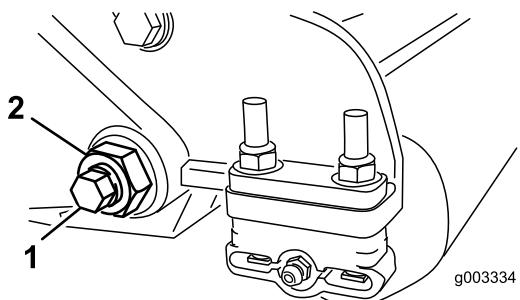

Figura 29
- Desaperte a porca de bloqueio que segura a cavilha da barra de apoio, em cada um dos lados da máquina (Figura 29).
- Remova cada uma das cavilhas da barra de apoio, de modo a permitir puxá-la e retirá-la da máquina (Figura 29). Guarde as duas anilhas de nylon e a anilha de aço